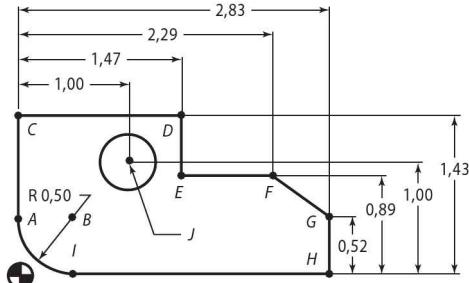

Figura 1-64 Resposta para as Questões 3 e 5.
3. Veja a Figura 1-64.
5. Veja a Figura 1-64.